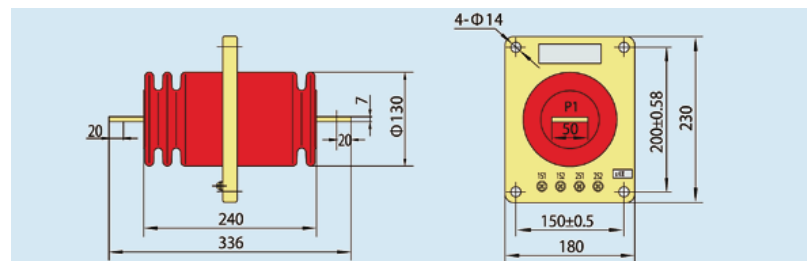

Рис. 6.2 Внешний вид и размеры трансформатора тока LA-10(Q) 300–600 А
6.2 Внешний вид и размеры трансформатора тока LA-10(Q) 300–600 А (см. рис. 6.2)